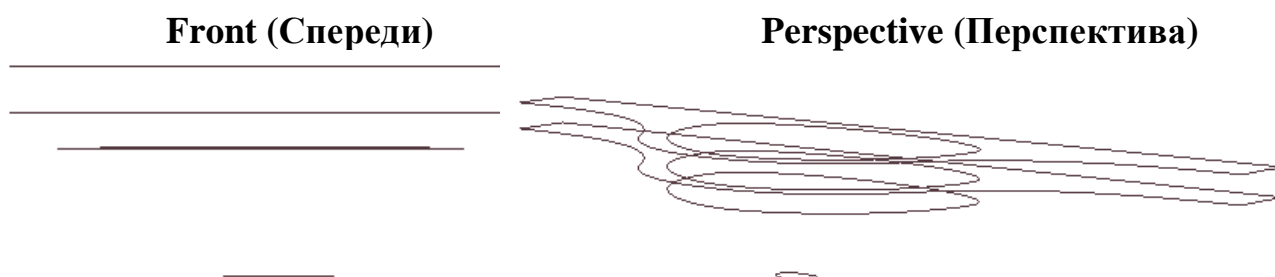

Рис. 8.5. Расположение сплайнов в пространстве
2. Расположите их на виде **Front (Спереди)**, как показано на рис. 8.5.